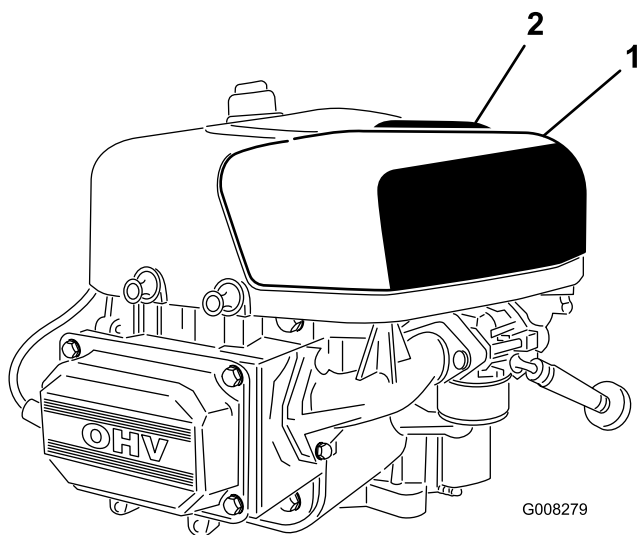

Figura 20
2. Alzate il manico del coperchio del filtro dell'aria e giratelo verso il motore (Figura 20).